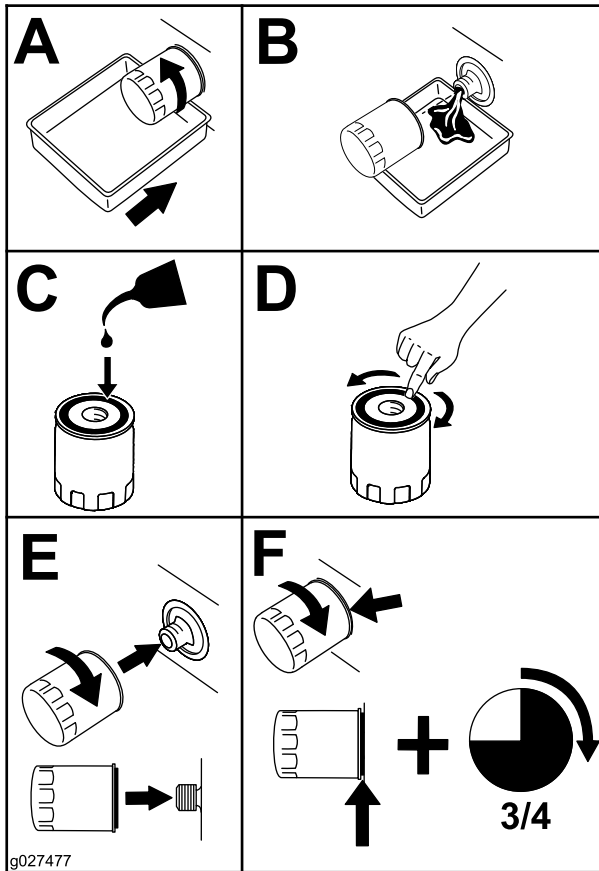

Figure 46
3. Remplacez le filtre à huile moteur (**Figure 46**).